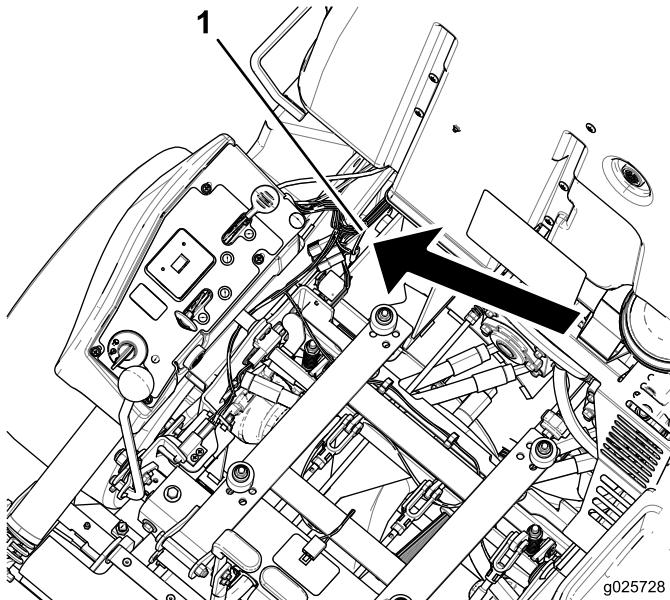
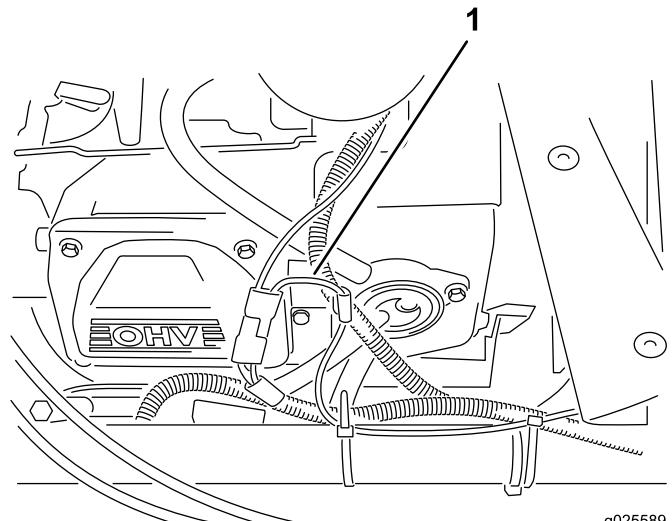

Figura 18
Figura 19
3. Conecte el arnés del kit al arnés de la máquina con el conector moldeado correspondiente, situado cerca de la parte trasera derecha del asiento o cerca de los relés de la máquina (Figura 18 o Figura 19).